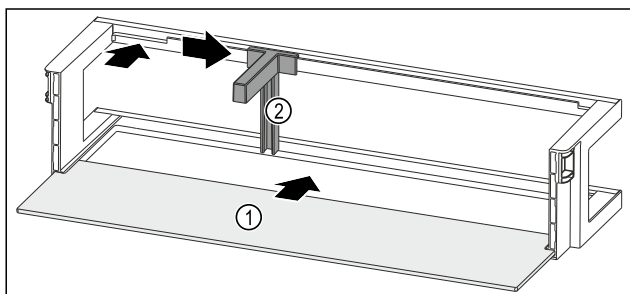

Fig. 120 Dveřní přihrádka s odkládací plochou
- Odkládací plochu Fig. 120 (1) zasuňte do bočních vybrání.
- Držák lahví Fig. 120 (2) vložte do vybrání.
- Držák lahví Fig. 120 (2) posuňte na stranu do požadované polohy.